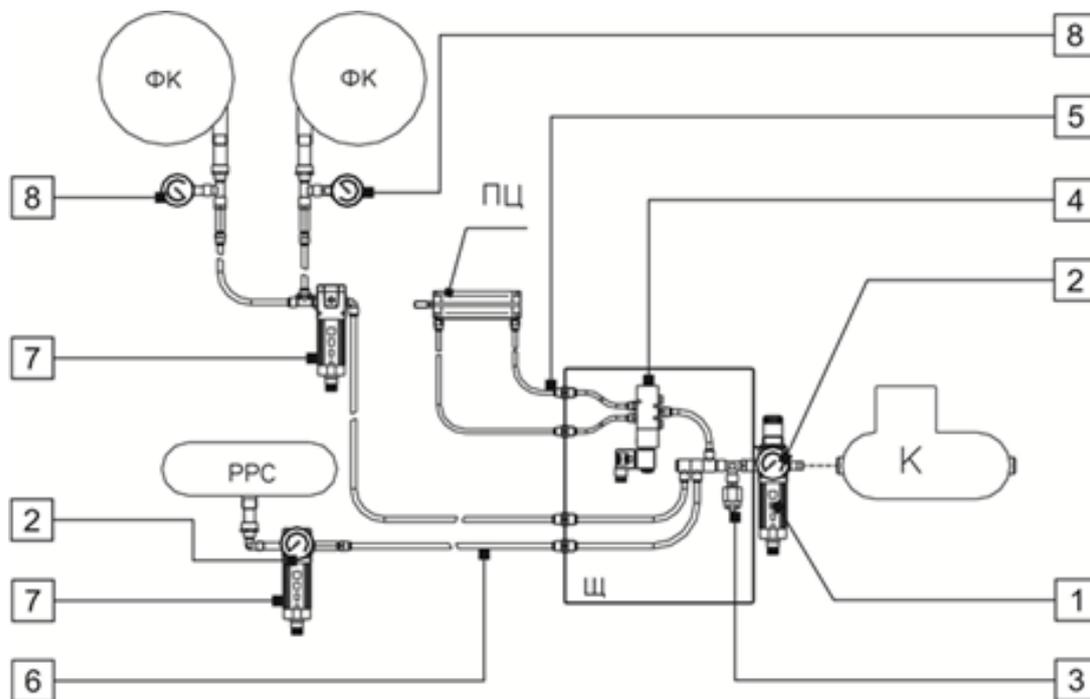

Рис. 17.
1.4.15. НАПРАВЛЯЮЩИЕ И РЕГУЛИРУЮЩИЕ ПНЕВМАТИЧЕСКИЕ КОМПОНЕНТЫ обеспечивают функционирование системы регенерации сита рассеивателя, а также кассетных фильтров фильтровального агрегата. Направляющие и регулирующие пневматические компоненты компактно размещены в отдельном шкафу. Сигналы, управляющие работой пневматических компонентов, согласно программы цикла, поступают от выносного электрического пульта с блоком автоматического управления БАУ «МИКРОН». Направляющие и регулирующие пневматические компоненты (Рис. 17) включают в себя: фильтр-регулятор MD1-FR0000-1/4 (1), манометр M053-P10 (2), реле давления PM11-NA (3), электропневматический распределитель 358-015-02-U7H (4), трубки HTR 6/4 (5), трубки HTR 8/6 (6), фильтр MD1-F000-1/4 (7), манометр M053-P12 (8).